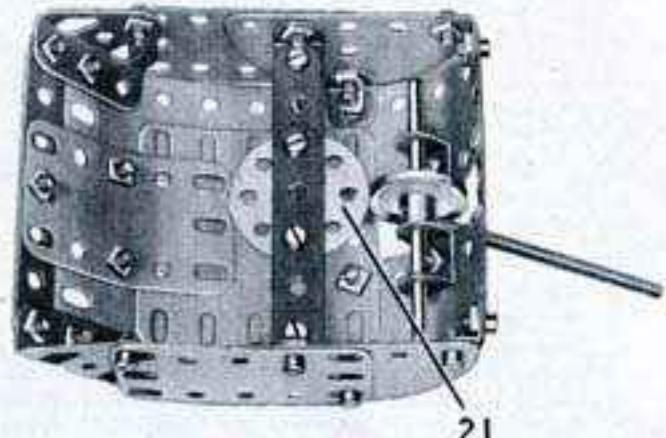

Fig. 5.16b
Chaque côté de la tourelle (fig. 5.16b) est constitué par une plaque semi-circulaire, une plaque flexible de 6×4 cm. et une embase triangulaire coudée. Les côtés sont réunis à chaque extrémité par une bande de 7 trous, et le dessus est formé par deux plaques flexibles de 14×4 cm., une de 6×4 cm., et une de 6×6 cm. Le dessus est boulonné sur les embases triangulaires coudées et sur des équerres fixées aux côtés. Une roue barillet (21) est boulonnée à deux bandes de 5 trous tenues sur les côtés par des équerres. Le canon est une tige filetée vissée dans le moyeu d'une poulie de 25 mm. Cette dernière est fixée sur une tringle de 9 cm. qui passe dans deux supports doubles. L'antenne de radio est une tige filetée tenue par deux écrous, et la partie de la tourelle est figurée par deux disques de 35 mm. Une tringle de 4 cm., bloquée dans la roue barillet (21) passe dans la poulie (12) et est tenue en place par une clavette. La tourelle est tenue écartée du tank par une poulie folle de 12 mm. et six rondelles.